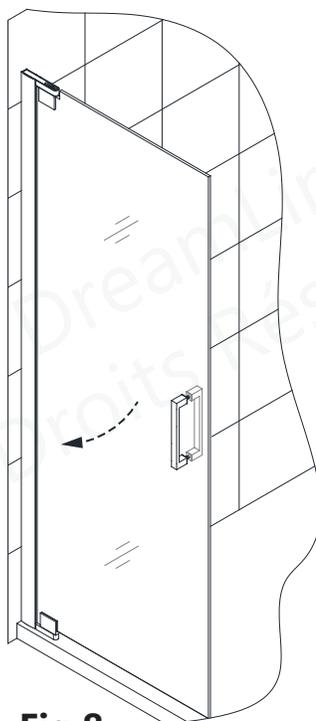

Fig 8
8. Ouvrez la **Porte Vitrée (N° 03)** pour exposer le **Support de Pivot (N° 08)** du bas. (Fig 8)